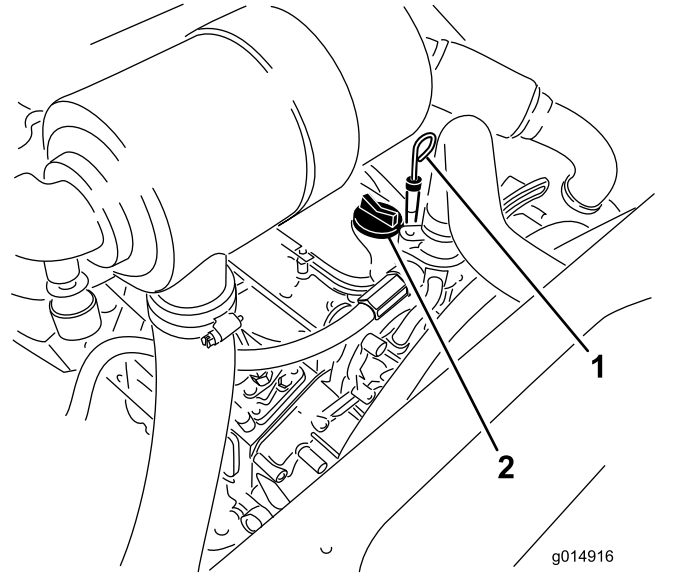

图35
3. 取出量油尺擦拭干净并安装 图35。
5. 如果油位低于已满标记应取下加油盖图35添加机油直至油位达到量油尺上的已满标记。切勿过量添加。